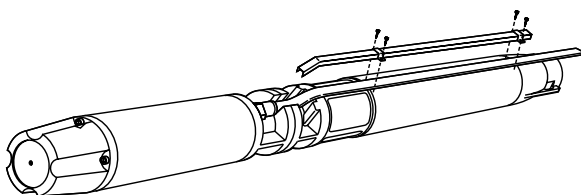

fig. 5
- Placer les câbles électriques d'alimentation le long de la partie extérieure de la pompe et les recouvrir avec la protection fournie à cet effet (fig. 5).